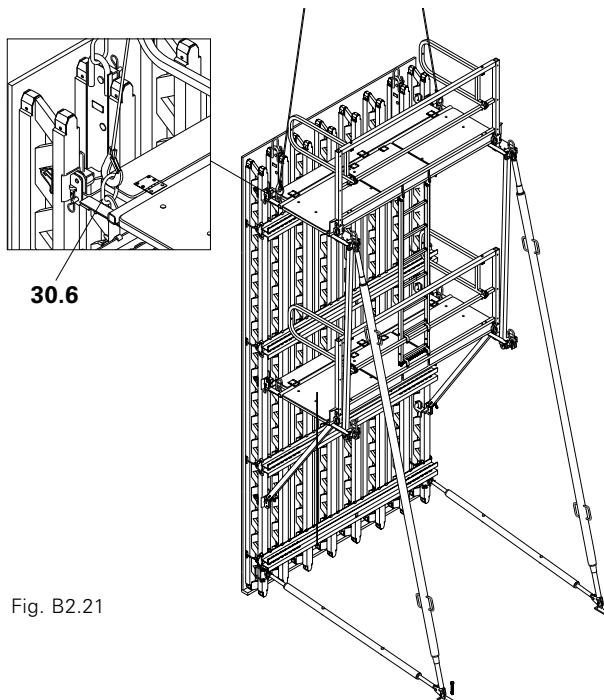

Fig. B2.21
2. Asegurar el módulo de encofrado. (Fig. B2.21)